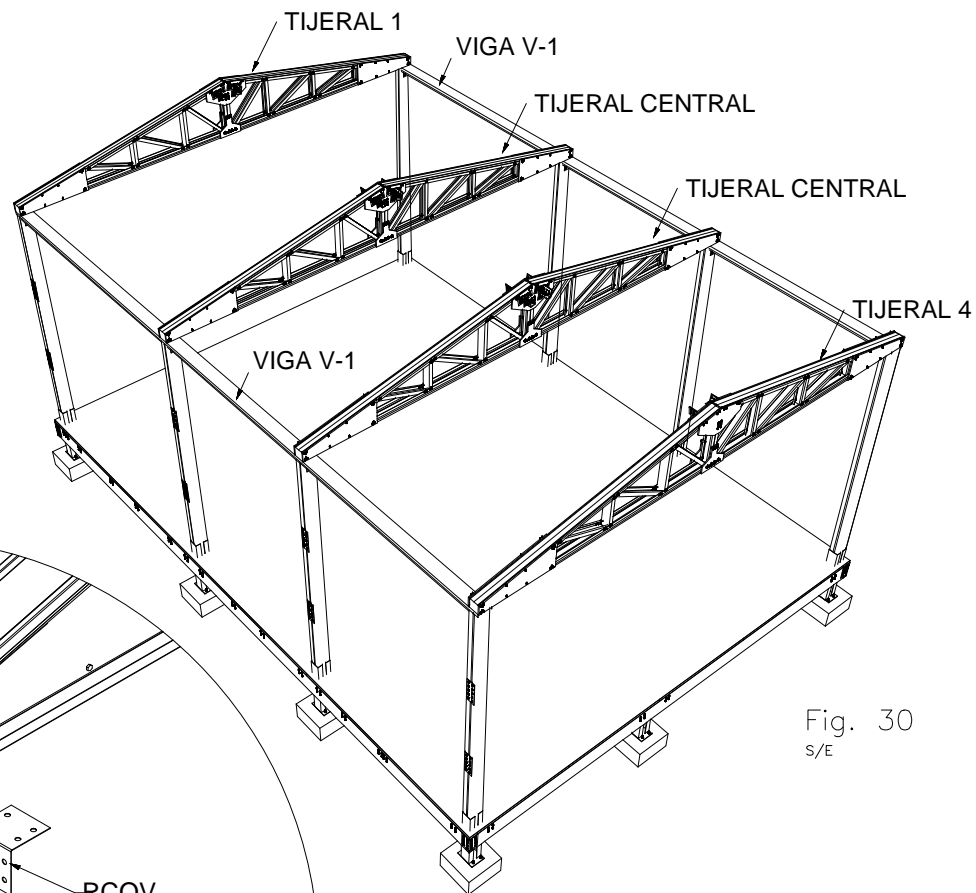

Fig. 30
- 1.- COLOCAR EL TIJERAL SOBRE LAS COLUMNAS (VER FIG.30).